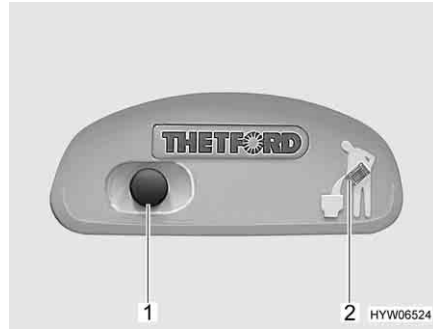
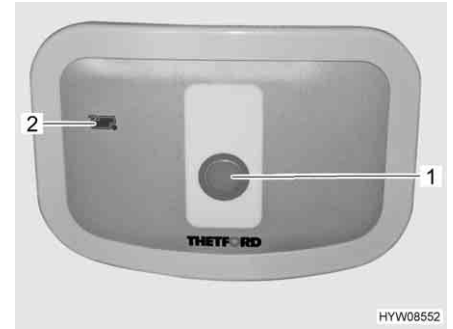

Fig. 258 Bouton pour la chasse d'eau/
Fig. 259 Bouton pour la chasse d'eau/
- Pour actionner la chasse d'eau, appuyer sur le bouton bleu (Fig. 258,1 ou Fig. 259,1).
Le voyant de contrôle (Fig. 258,2 ou Fig. 259,2) s'allume lorsque le réservoir pour matières fécales doit être vidé.